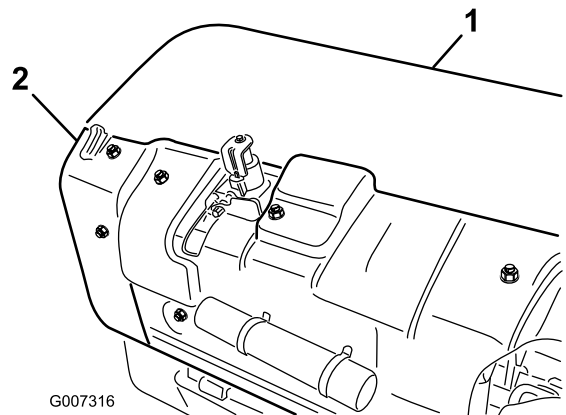

Figura 35
1. Retire la tapa del cabezal de perforación trasero (Figura 35).
2. Retire las tuercas de montaje del protector de la polea, y retire el protector (Figura 35).